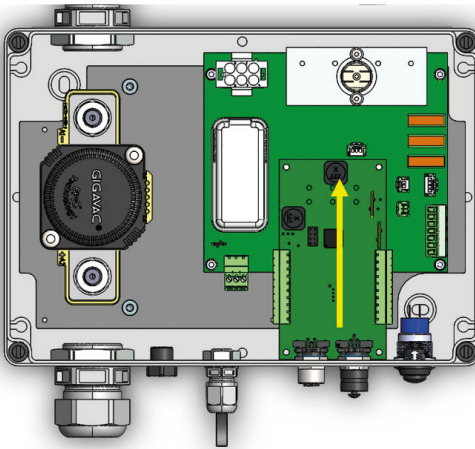

Abbildung 22. Schieben Sie die BCI-Platine vorsichtig aus den CAN-Anschlussgehäusen heraus.
5. Zum Entfernen der BCI-Platine vom BIB die BCI-Leiterplatte vorsichtig aus den Gehäusen der CAN-Steckverbinder in der auf Abbildung 22 gezeigten Richtung herauschieben.